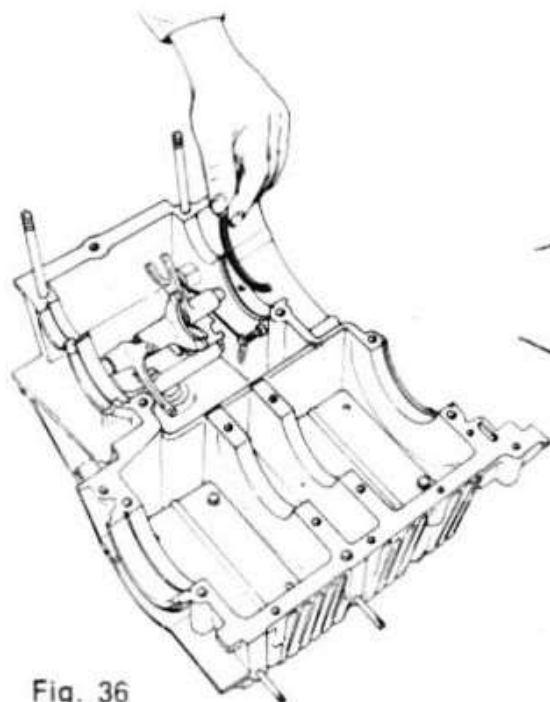

Fig. 36
- 2) Disporre nelle apposite sedi i semianelli di fermo cuscinetti (fig. 36).